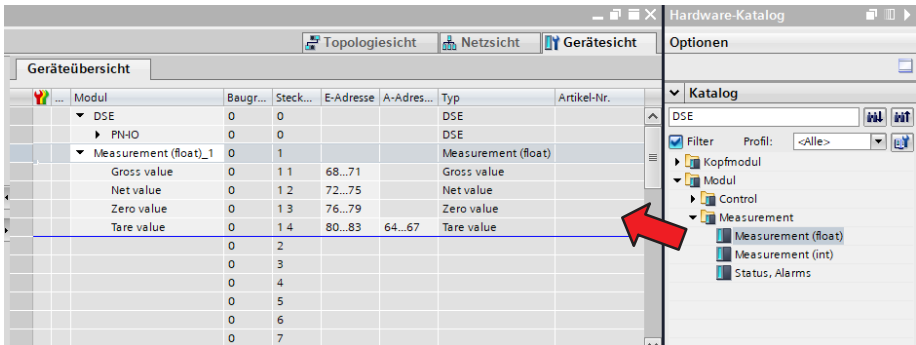

Abb. 6.9 Messsignale hinzufügen
- ▶ Entnehmen Sie aus der Liste (Abb. 6.9) die (Start-)Adressen der Messwerte. Für den Bruttowert und den Tarierwert ergeben sich 68 ... 71 (Gross value) und 80 ... 83 (Tare value).